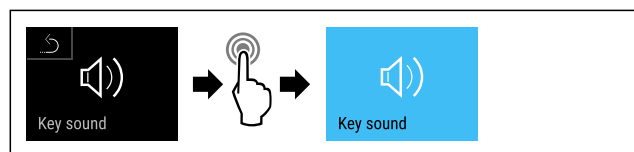

Fig. 94
- ▶ Провести етапи операцій (див. Fig. 94) .